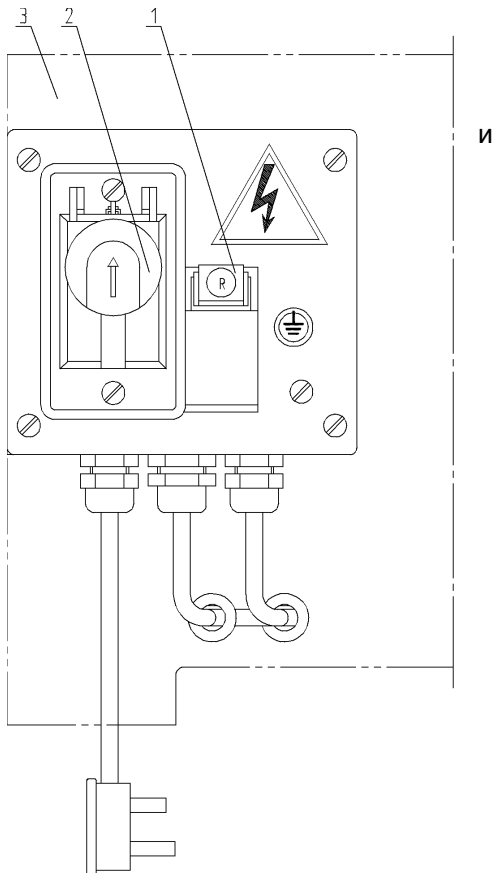

Рис.14
- Кнопка 1 должна быть установлена в нужное положение. При внезапных неполадках или несчастном случае нажмите кнопку 2 (Рис.14).
- Отрегулируйте направляющую 7 по шкале линейки 5. Направляющая 7 применяется при параллельной пилке. Зафиксируйте направляющую 7 планкой 6, направив большую поверхность направляющей 7 вправо. Внимание: Кнопка 1 должна находиться в позиции R (Рис.14). Надежно закрепите рабочую деталь при производстве угловой резки (Рис.5).
- Переключатель 1 поставьте в положение R (Рис.14). Направление подачи – то же, что и при строгании под давлением. Глубина фрезерования составит около 3 мм. Максимальная глубина не может превышать 5 мм.
- При неполадках нажмите кнопку 2 (Рис.14).
- При неполадках нажимайте кнопку 2 (Рис.14).